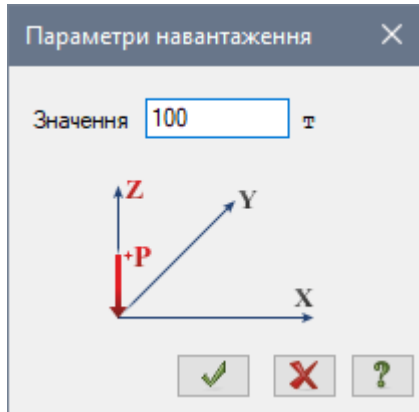

Рис. 9.29. Діалогове вікно Параметри навантаження
- У вікні, що з'явилося, введіть значення  $P = 100 \text{ т}$  (рис. 9.29).